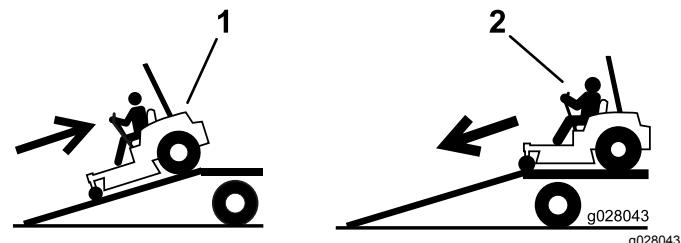

**Figura 39**
5. Utilice los puntos de amarre de la máquina para sujetar la máquina firmemente al remolque o al camión con correas, cadenas, cables o cuerdas (Figura 39).